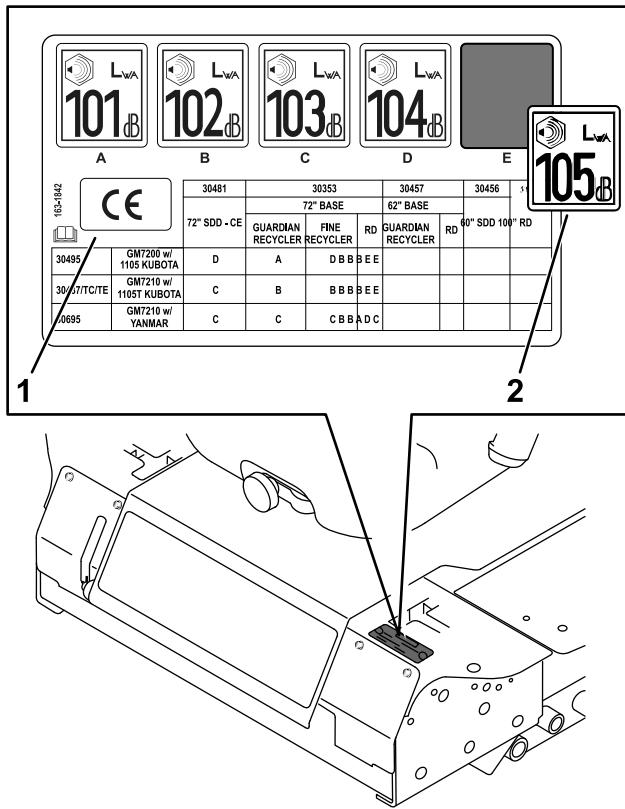

Bild 12
2. Reinigen Sie den Aufkleber der Aufsichtsbehörde und den Bereich in der Nähe des linken Fahrantriebshebels gründlich, wo Sie den Schallpegelaufkleber und den CE-Aufkleber anbringen werden (Bild 12).
4. Ziehen Sie die Schutzfolie des Schallpegelaufkleber Teils ab, kleben Sie ihn auf den vorhandenen Aufkleber in der Nähe des linken Fahrantriebshebels, wie in Bild 12 dargestellt, und fixieren Sie den Aufkleber mit einer Rakel, indem Sie mit überlappenden Strichen von der Mitte zu den Rändern hin über den Aufkleber streichen.
5. Ziehen Sie die Schutzfolie des CE-Teils des Schallpegelaufklebers 163-1842 (Bild 12) ab, platzieren Sie ihn dort, wo in der Nähe des Aufsichtsbehördenaufklebers Platz ist, und fixieren Sie den Aufkleber mit einer Rakel, indem Sie mit überlappenden Strichen von der Mitte zu den Rändern hin über den Aufkleber streichen.